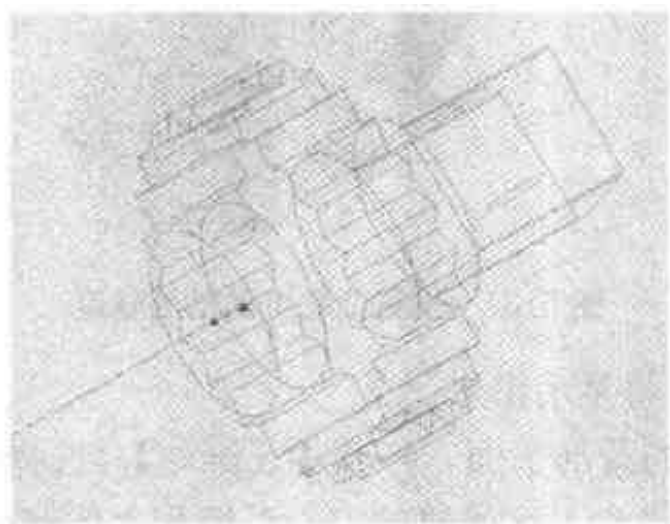

图 5.26 轨迹末点的棘轮外形轮廓线
- (6) 找到棘轮轨迹线的轨迹末点，单击后显示出棘轮的蓝色外形轮廓线，如图 5.26 所示。